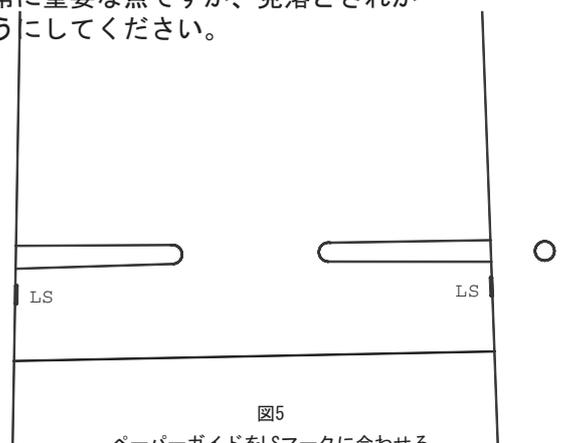

図5
2. 標準U.S. 8 1/2"×11"用紙の場合、両方のペーパーガイドの内側エッジを、給紙テーブルのLSと表示された直線マークに合わせます(マーク位置については図5を参照)。A4用紙の場合、ペーパーガイドの外側エッジをA4と表示された直線マークに合わせます。緩めた蝶ねじを締め付けます(注記：蝶ねじを締めすぎないでください)。